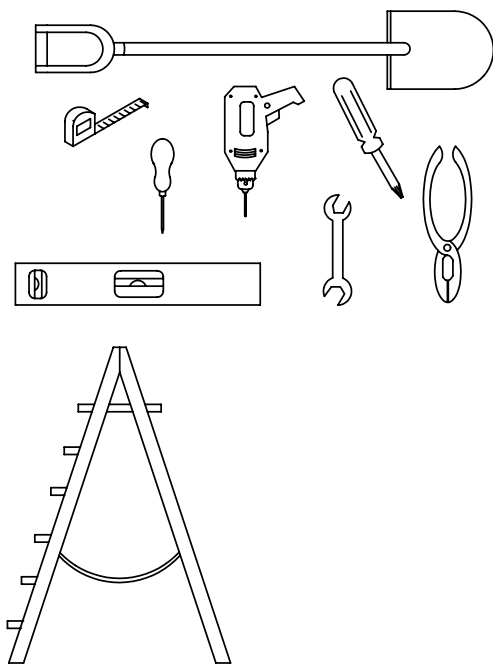

FIG. 1
1. WEATHER WARNING ! DO NOT ERECT YOUR BUILDING ON A WINDY DAY. ANY BUILDING LEFT PARTIALLY CONSTRUCTED MAY BE SERIOUSLY DAMAGED (FIG.1).
2. ALL ASSEMBLY OPERATIONS MUST TAKE PLACE ON A COMPLETELY LEVEL SURFACE (FIG. 1)
1. TEMPÊTE DE VENT: NE JAMAIS MONTER VOTRE ABRI PAR GRAND VENT. NE PAS LAISSER UN ABRI PARTIELLEMENT MONTÉ, LES PIÈCES POUVANT ÊTRE ENDOMMAGÉES (FIG. 1).
2. TOUTES LES OPÉRATIONS DE MONTAGE DOIVENT ÊTRE RÉALISÉES SUR UNE SURFACE PLANE (fig 1).
1. AVISO DE TEMPESTADE! NÃO PROCEDA À MONTAGEM DO SEU ABRIGO NUM DIA VENTOSO. QUALQUER ABRIGO DEIXADO PARCIALMENTE MONTADO PODE FICAR SERIAMENTE DANIFICADO (FIG. 1).
2. TODAS AS OPERAÇÕES DE MONTAGEM DEVEM SER EFECTUADAS NUMA SUPERFÍCIE COMPLETAMENTE NIVELADA (FIG. 1).
1. PRESTE ATENCIÓN A LA METEOROLOGÍA. NO INTENTE LEVANTAR EL EDIFICIO EN UN DÍA DE VIENTO. CUALQUIER COMPONENTE QUE QUEDE A MEDIO MONTAR PUEDE SUFRIR DAÑOS IMPORTANTES. (FIG. 1).
2. TODAS LAS OPERACIONES DE MONTAJE DEBEN DE REALIZARSE SOBRE UNA SUPERFICIE TOTALMENTE PLANA Y AL MISMO NIVEL. (FIG. 1)